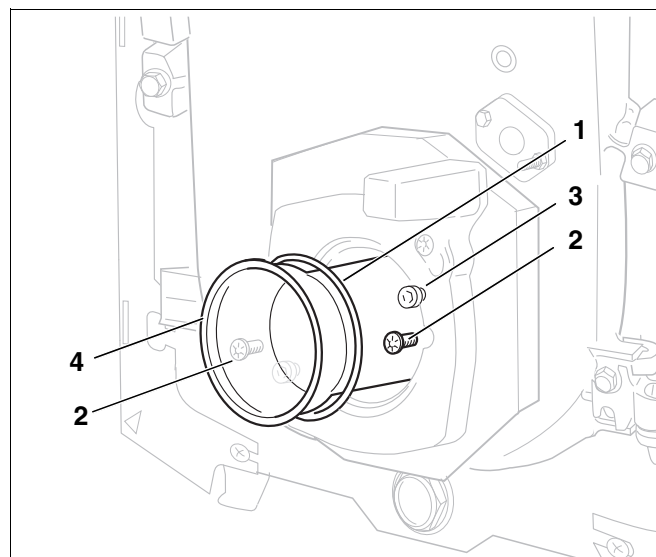

Рис. 30 Замена трубы горелки и проверка герметичности
- Открутить оба крепежных винта (Рис. 30, **поз. 2**).
- Установить новую трубу (Рис. 30, **поз. 4**) и кольцо (Рис. 30, **поз. 1**).
- Надеть горелку на оба болта на фланце (Рис. 30, **поз. 3**).
- Повернуть влево до упора и затянуть крепежные болты (Рис. 30, **поз. 2**).